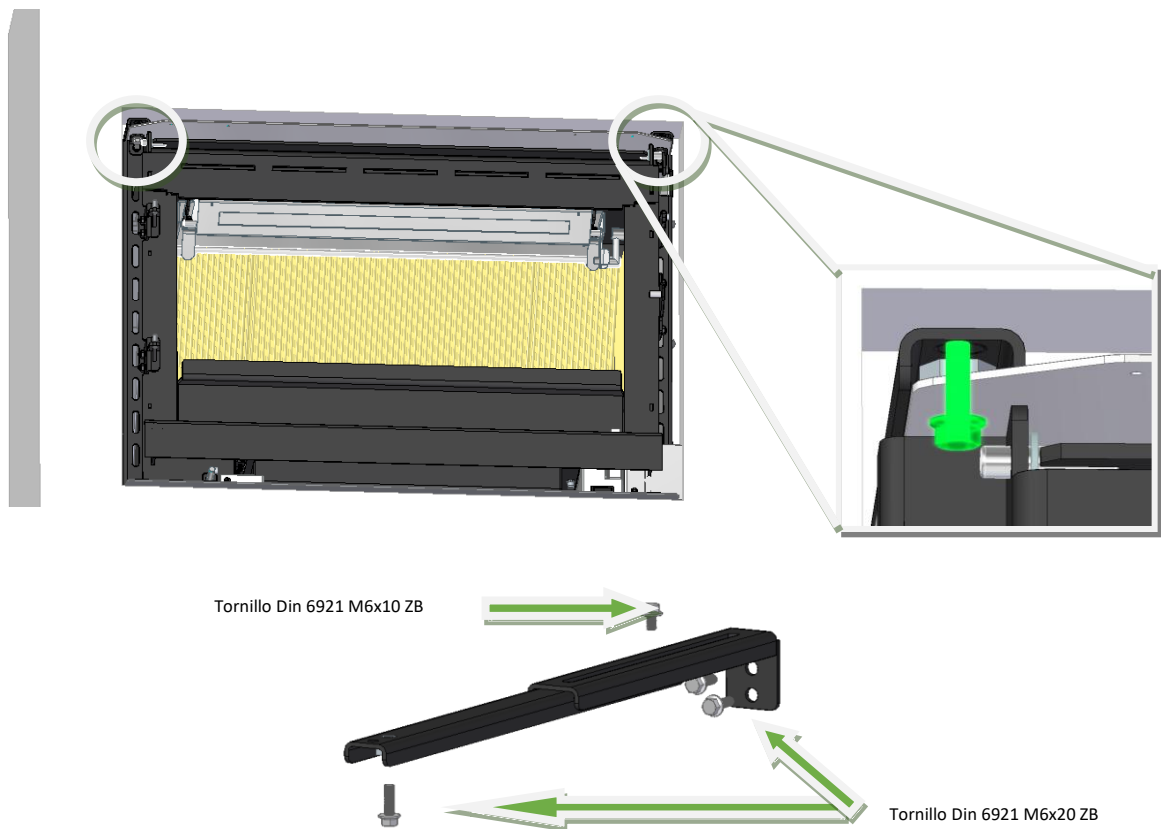

Figura 16 – Fijación del equipo a los soportes de montaje superiores con tornillos hexagonales Din 6921 M6x20 ZB y M6x10 ZB
13. A continuación, deberá fijar el equipo a los soportes superiores como se muestra en la Figura 16.